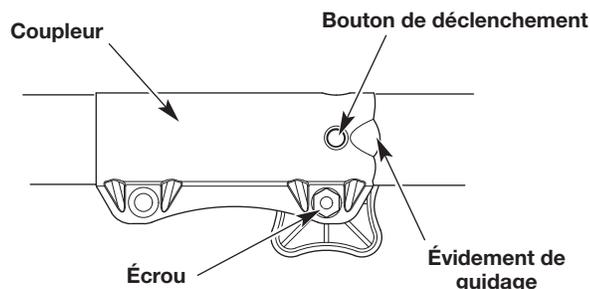

Fig. 2
**REMARQUE :** l'alignement du bouton de déclenchement avec l'évidement de guidage facilitera l'installation (Fig. 2).
**REMARQUE :** Ne pas serrer l'écrou (Fig. 2).
2. Appuyez et maintenez enfoncé le bouton de déclenchement (Fig. 2).